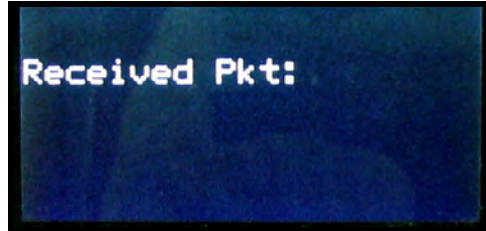

Figure 223: Ecran du Sentinel LCT
3. Dans le menu FACTORY (USINE) du Sentinel LCT, accédez à l'option Upgrade (Mise à niveau) et appuyez deux fois sur [ENT] (ENTREE). L'écran qui s'affiche sur le Sentinel LCT au bout d'une minute environ doit être identique à celui de la Figure 223, sinon
mettez sous tension le **Sentinel LCT** puis saisissez ESC-R sur le clavier du PC. L'écran qui s'affiche sur le **Sentinel LCT** doit être identique à celui de la Figure 223.